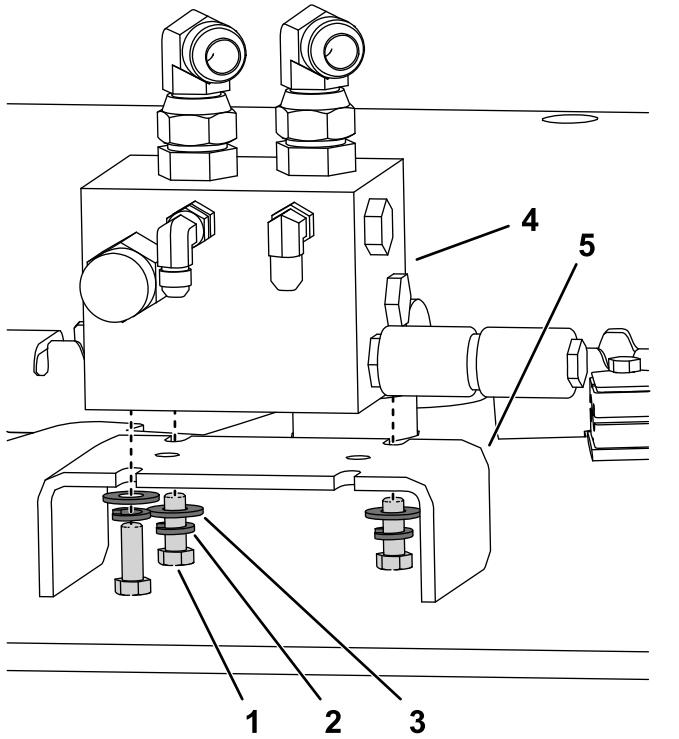

Figura 2
4. Sujete el distribuidor al soporte de las mangueras con 3 pernos ($\frac{3}{8}$ " x 1"), arandelas de freno y arandelas planas (Figura 2).